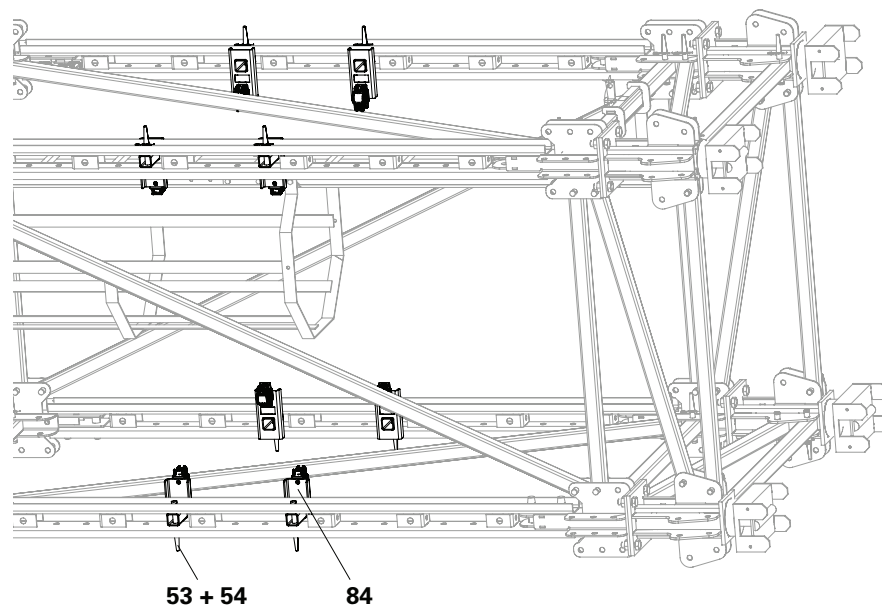

Fig. A1.32
1. Avvitare 2x adattatori di impalcatura Alpha (84) con 1x perno Ø 21 (53) per ogni montante e fissare con un inserto a molla 4/1 (54). (Fig. A1.32)
2. Inserire per ogni montante 1x montante di testa UVH 100 nell'adattatore di impalcatura Alpha (84) e bloccare.